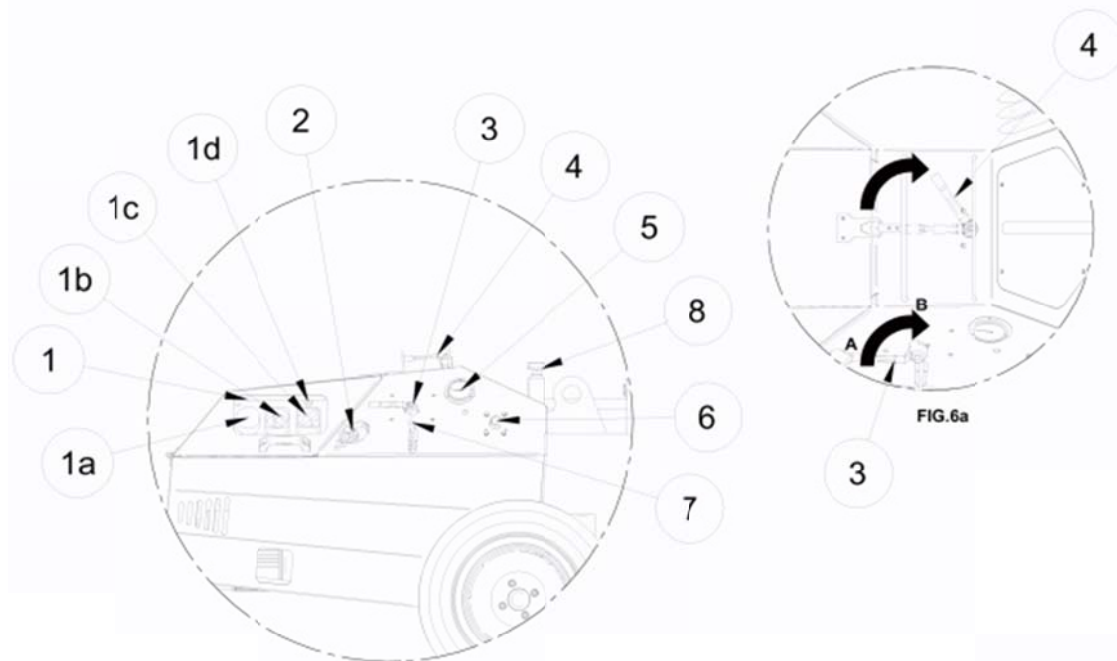

FIG.6
Atunci când este alimentată, lumina albastră a indicatorului de energie se va aprinde (ref. 1d, fig. 6). Acordați atenție la direcția cablului de energie:
Conectați compresorul auxiliar la racordul dispozitivului (ref. 2, fig. 6) cu ajutorul unui furtun de aer de 1" corespunzător pentru o presiune de lucru de cel puțin 10 bar. Extensia nu este furnizată de IMER.
11. **PUNEREA ÎN FUNCȚIUNE** (a se vedea fig. 6)
12. PROCEDURI DE OPERARE (a se vedea fig. 6):
13. OPRIREA ȘI CURĂTAREA DISPOZITIVULUI (fig. 6)